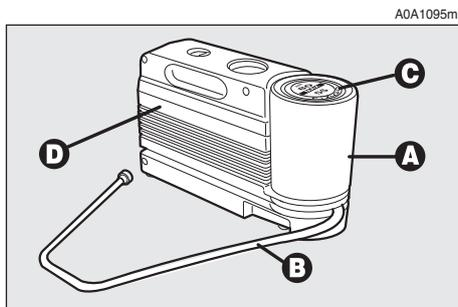

fig. 10
Le kit **fig. 10** est placé dans le coffre à bagages. Le kit comprend également un tournevis et le crochet d'attelage.
- une bouteille **A-fig. 10** contenant le liquido sigillante, dotata di: